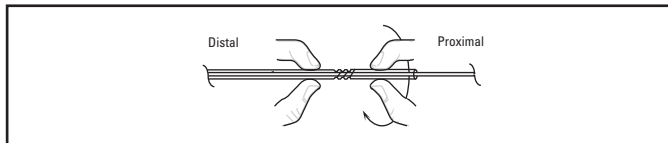

Figura 3. Bloquear girándolo en sentido de las agujas del reloj
- Bloquee el mecanismo de cierre de giro con un giro hacia la derecha (consulte la Figura 3) e inserte el extremo distal ahusado de la vaina introductora a través de la VHG y del conector de microcatéter de infusión de dos puntas hasta que la vaina quede firmemente asentada. Si la vaina introductora se comba ligeramente es que está en el lugar adecuado. Apriete la VHG alrededor de la vaina introductora para evitar el retorno del flujo de sangre, pero sin llegar a dañar la espiral durante la introducción en el catéter.